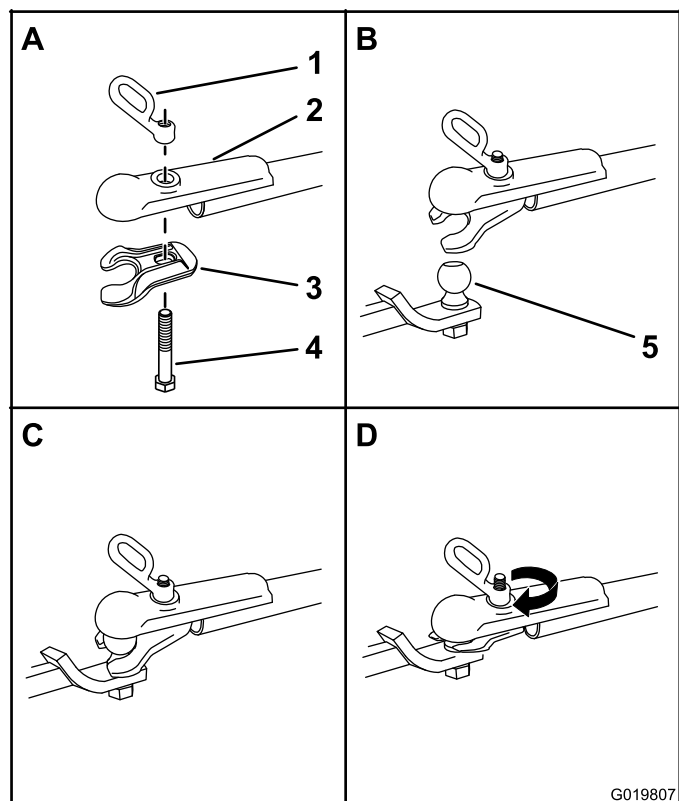

Figura 18
- Aplice sellador de roscas no permanente a las roscas del perno del acoplamiento para evitar que la manivela del acoplamiento se afloje (Figura 18).
- Introduzca el perno hacia arriba por la mordaza del acoplamiento y el segmento superior, y conecte la manivela del acoplamiento al perno (Figura 18).
- Gire la manivela del acoplamiento en sentido horario para enroscarla en el perno hasta que quede firme (Figura 18).